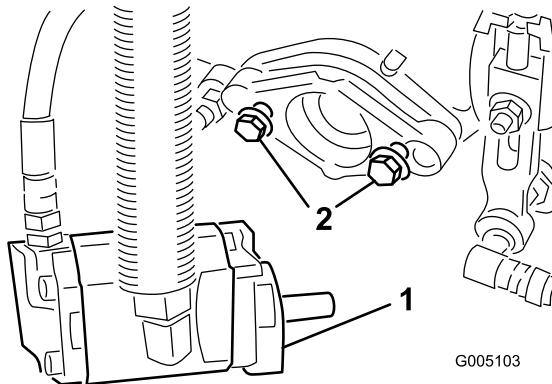

Figure 14
- Installez les boulons de fixation du moteur d'entraînement des cylindres sur chaque plateau de coupe. Laissez dépasser environ 13 mm de filetage sur chaque boulon de fixation (Figure 14).
- Resserrez les boulons de fixation** (Figure 14).